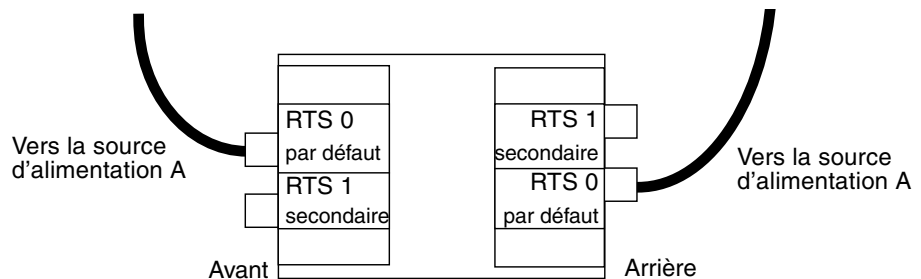

FIGURE 3-3 Configuration Sun Fire E6900 : Deux unités RTU et une source d'alimentation en courant alternatif
- Dans une configuration avec deux unités RTU et une source d'alimentation en courant alternatif, vous devez connecter deux câbles : un à l'avant (à gauche) et un à l'arrière (à gauche également) du système (FIGURE 3-3).